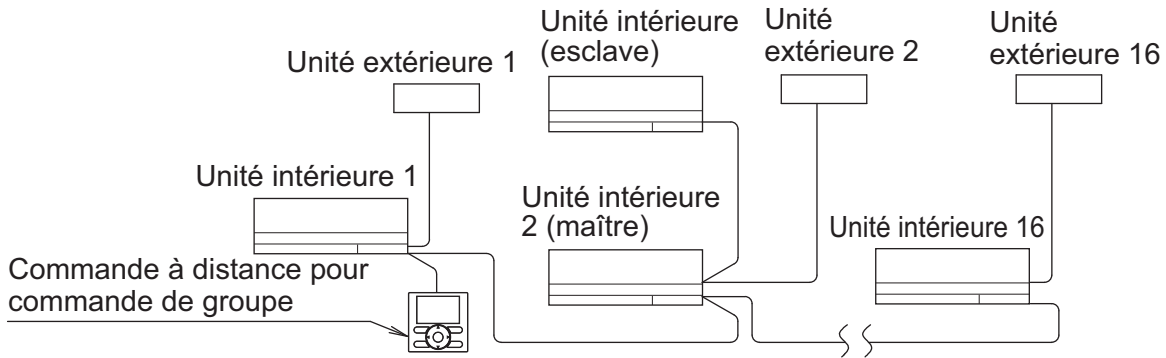

Fig. 28
- Lors de l'utilisation en tant qu'unité en paire ou unité principale pour le fonctionnement simultané de plusieurs unités, vous pouvez commander le démarrage/l'arrêt simultané (groupe) de 16 unités maximum à l'aide de la télécommande. **(Reportez-vous à la Fig. 28)**